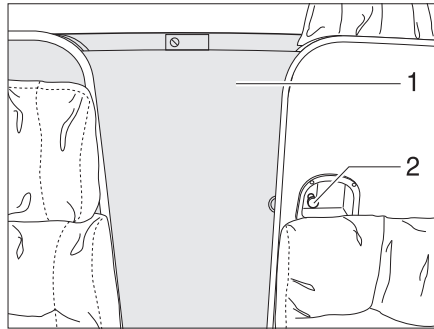
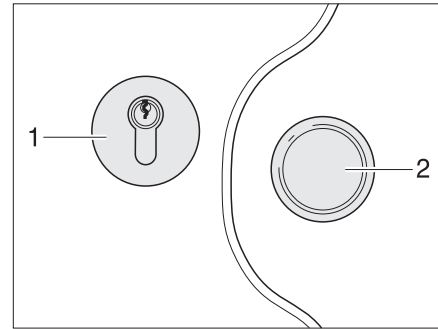

Fig. 48 Séparation pour la cabine de conduite
Fig. 49 Serrure de la cabine de conduite
- Déverrouiller la porte (Fig. 48,1) et la fermer.
- Faire tourner la poignée (Fig. 48,2) dans le sens inverse des aiguilles d'une montre jusqu'à ce que la porte soit verrouillée.
- Faire tourner la poignée (Fig. 48,2) dans le sens des aiguilles d'une montre jusqu'à ce que la porte soit déverrouillée.
- Ouvrir la porte (Fig. 48,1) et la verrouiller.
- Déverrouiller la porte (Fig. 48,1) et la fermer avec la poignée (Fig. 49,2).
- Insérer la clé dans le barillet (Fig. 49,1) et la tourner dans le sens des aiguilles d'une montre jusqu'à ce que la porte soit verrouillée.